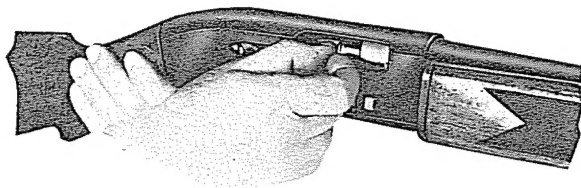

Fig. 11
- c) Attraverso la finestra di espulsione (tav. 2° - O) mettere una cartuccia nell'alloggio dell'otturatore (fig. 11) (o meglio introdurre la cartuccia anche parzialmente nella camera della canna) e premere il bottone dello svincolo (A) per chiudere l'otturatore.
- c — through ejection port insert shell (fig. 11) placing its end towards or lightly inside chamber; chamber shell by pressing in carrier latch button to close the bolt.
- c — *insérer par la fenêtre d'éjection une cartouche; (mieux, l'introduire légèrement dans la chambre); presser le poussoir du levier d'arrêt de l'élévateur pour fermer la culasse mobile (fig. 11)*